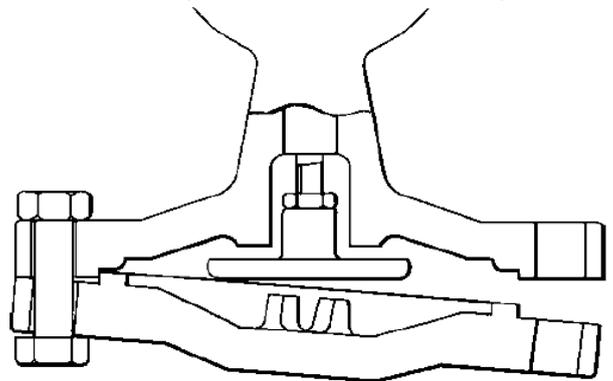

Fig. 5
- Glisser et positionner les deux membranes principales (Fig.5).
- Après avoir vérifié le positionnement des membranes, relever la chambre inférieure et la fixer avec les boulons et écrous M12 (26). Serrer jusqu'à 95Nm.
- Serrer le long raccord (27) jusqu'à ce qu'il soit étanche à la vapeur.